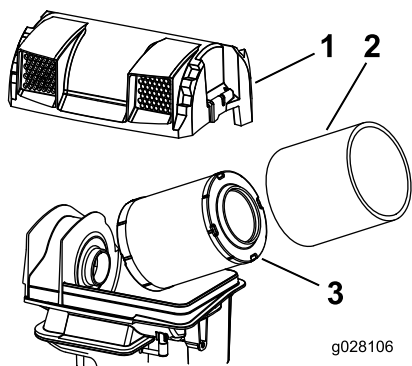

Figura 34
3. Retire los elementos de gomaespuma y de papel (Figura 34).
4. Separe el elemento de gomaespuma del elemento de papel (Figura 34).
2. Instale los elementos en la base del limpiador de aire (Figura 34).